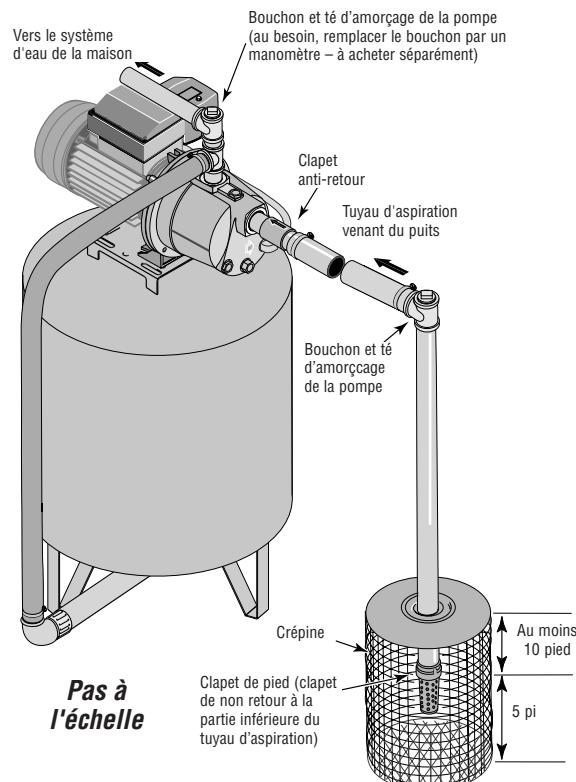

Figure 3 : Installation pour les eaux de surface
INSTALLATION DANS LE CAS D'EAUX EN SURFACE (FIGURE 3)
2. Assembler le clapet de pied et le tuyau d'aspiration (voir la Figure 3). S'assurer que le clapet de pied fonctionne librement. Utiliser du ruban téflon ou de la pâte pour raccords filetés à base de téflon sur les raccords filetés. Poser une crêpine autour du clapet de pied pour le protéger contre les poissons, les déchets, etc. (voir la Figure 3).
4. Poser le té d'amorçage, le bouchon d'amorçage et le tuyau d'aspiration sur la pompe (voir la Figure 3). Supporter le tuyau de façon qu'il ne soit pas cintré afin qu'il n'exerce pas de contraintes sur le corps de la pompe; de plus, il doit être légèrement incliné vers le haut, du puits jusqu'à la pompe (les points hauts risquent de causer des poches et des bouchons d'air dans la pompe). Rendre étanches les raccords du tuyau d'aspiration avec du ruban téflon ou une pâte pour raccords filetés à base de téflon. Les raccords doivent être étanches à l'air et à l'eau. *Si le tuyau d'aspiration aspire de l'air, la pompe ne pompera pas l'eau du puits.*